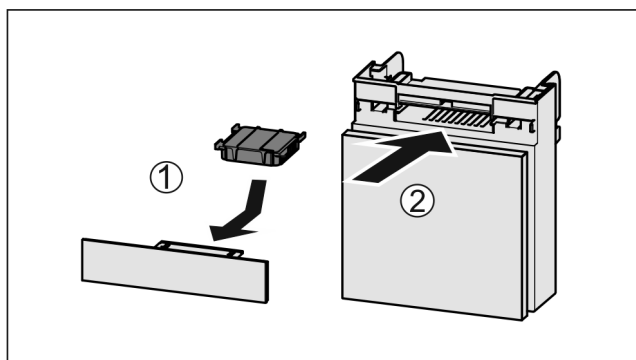

Fig. 57
- ▶ Filtr s aktivním uhlím vložte podle vyobrazení Fig. 57 (1).
- ▶ Zásuvku zasuňte Fig. 57 (2).